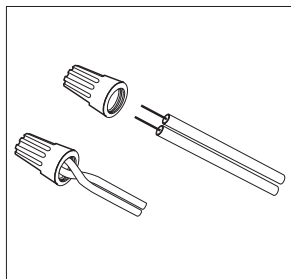

Fig. 3
- Repérez les fils dans la boîte de sortie. Raccordez tous les fils du luminaire aux fils d'alimentation électrique: Blanc avec blanc, noir avec noir, vert avec vert en utilisant les serre-fils (D) (Fig. 3).